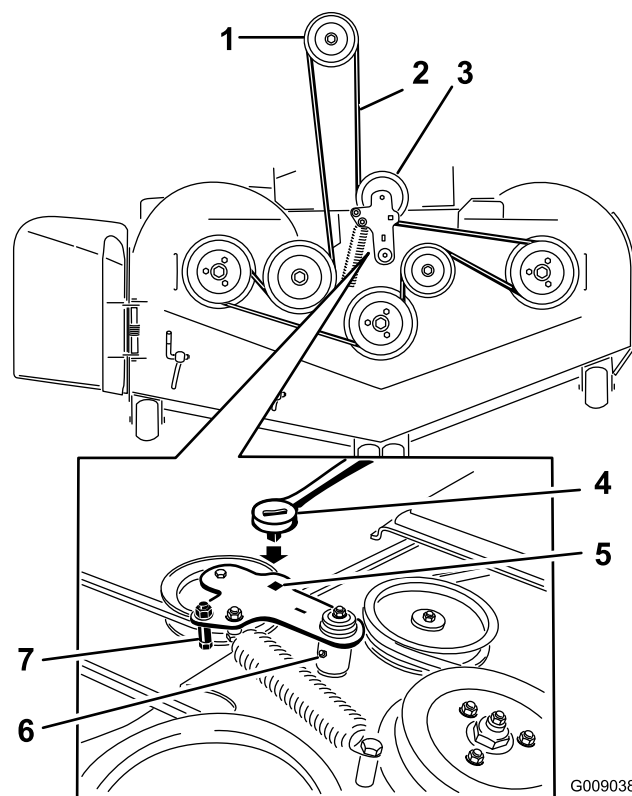

Figura 61
7. Inserire un cricchetto nel foro quadrato del braccio di rinvio per allentare la molla del tenditore (Figura 61).
9. Togliere il guidacinghia dal braccio di rinvio a molla mostrato in Figura 61.
11. Montare la nuova cinghia attorno alle pulegge del tosaerba e alla puleggia della frizione, sotto il motore (Figura 61).
12. Montate il guidacinghia sul braccio di rinvio mostrato in Figura 61.
13. Con il cricchetto nel foro quadrato, montate la molla del tenditore (Figura 61).